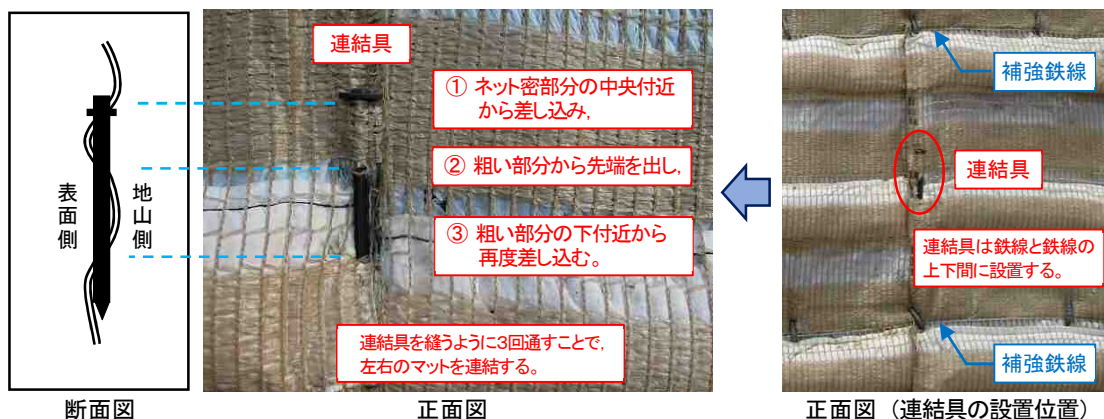

図5. マット左右接続部の連結方法
- 連結具を所定の位置に設置し、マットの左右を接続する（詳細は図5、および別紙：施工図面を参照する）。